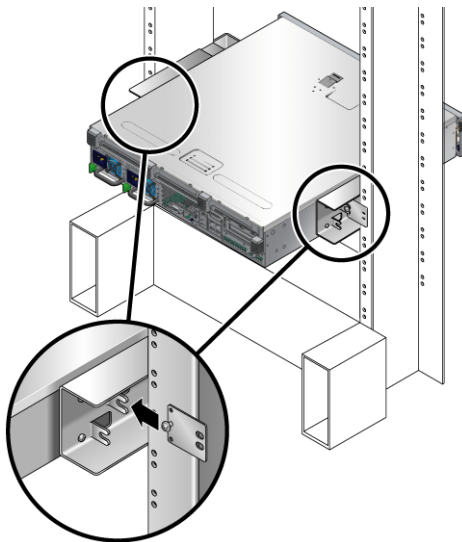

FIGURE 4-6 Installation de la plaque arrière sur le support latéral
La tête de la vis doit faire face à l'arrière du serveur et l'autre côté de la plaque arrière doit se situer face au montant du rack (FIGURE 4-6).
c. Serrez la vis pour fixer la plaque arrière dans l'œillet du support latéral (FIGURE 4-6).